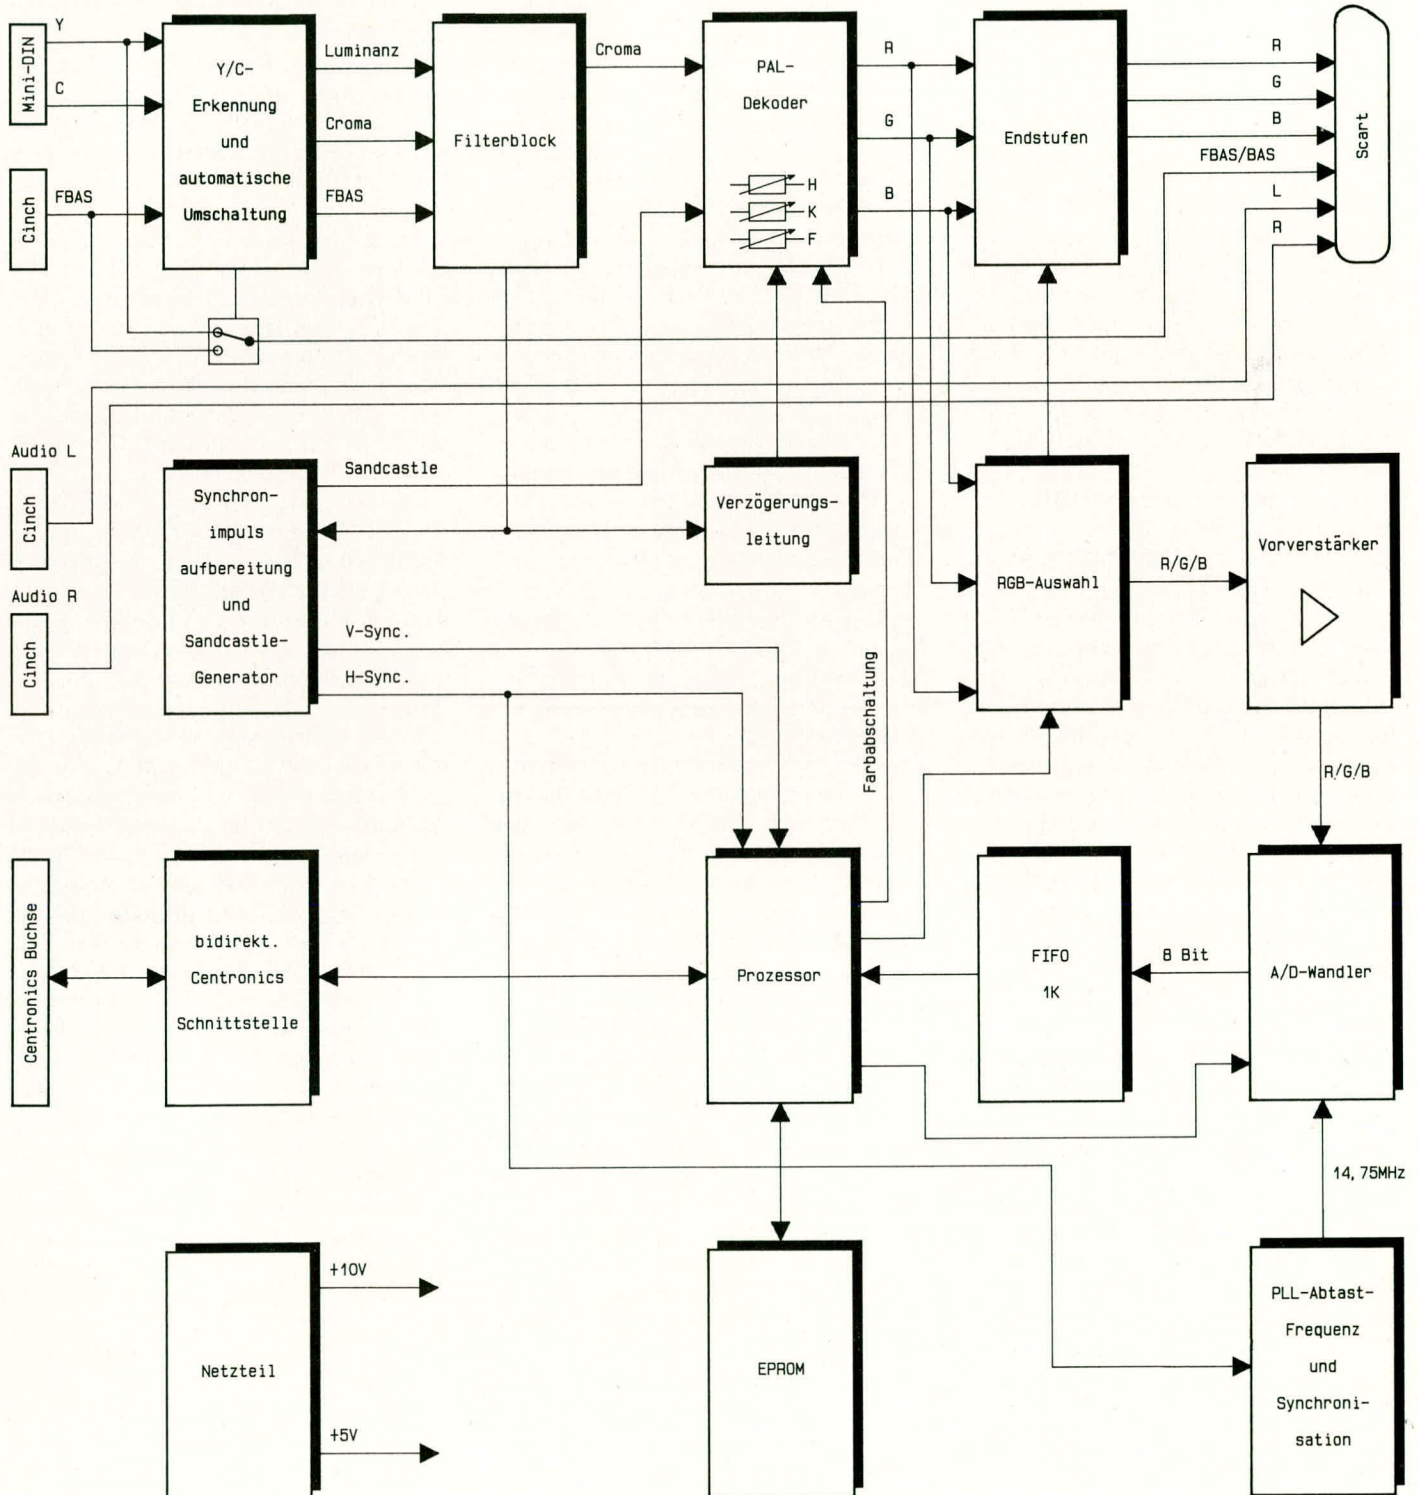

Bild 1: Blockschaltbild des Video-Digitizers VD 7000
Wir beginnen die Beschreibung mit der in Abbildung 1 oben links dargestellten Video-Signalführung. Hier können sowohl ein FBAS-Video-Signal als auch ein Luminanz- (BAS) und Chrominanz- (F) Signal getrennt zugeführt werden, wie dies bei S-VHS- und Hi 8-Geräten üblich ist. Die getrennte Zuführung der Helligkeits-